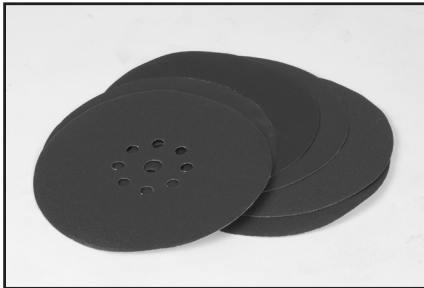

Fig. 1
- Placez le nouveau disque abrasif (**Fig. 1**) avec précision sur le disque du dispositif de ponçage motorisé.